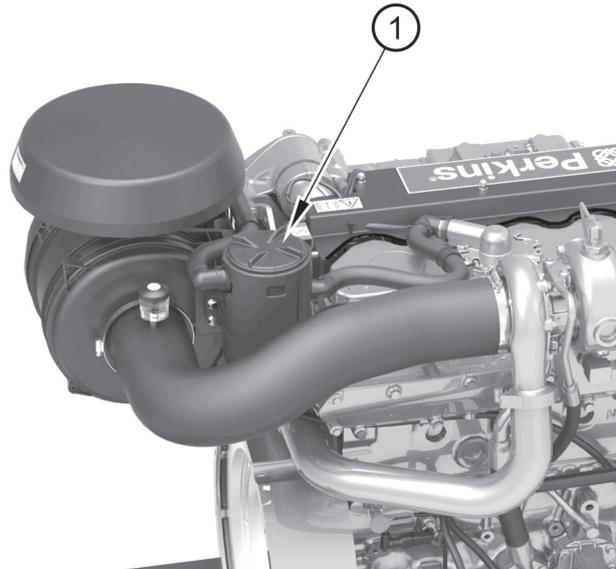

Figure 35
1. Tournez le bouchon du reniflard (figure 35, repère 1) dans le sens antihoraire et séparez-le du corps principal.